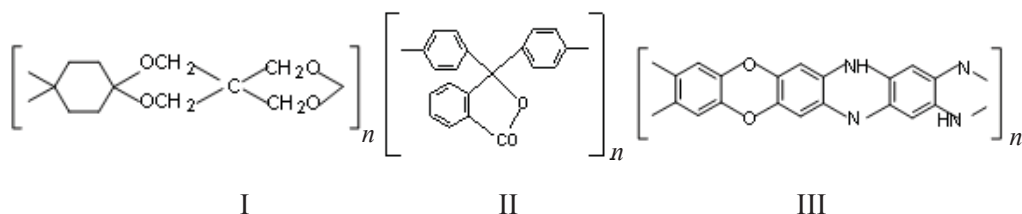

Рис. 8.10. Повторяющиеся звенья представителей спиро- (структура I), кардовых (структура II) и лестничных (структура III) полимеров
3. Влияние заместителей к основной цепи полимера не ограничивается фактором их объема, существуют очень оригинальные варианты, «изюминка» которых заключалась в особом геометрическом строении заместителей и самой цепи. Имеются в виду т. н. спиро- и кардовые полимеры. Спирополимеры (от лат. *spira* – извилина) представляют собой циклоцепные высокомолекулярные соединения, в которых циклы соединены через четвертичный атом углерода, одновременно входящий в состав обоих соседних циклов (рис. 8.10, структура I). Это необычные соединения: соседние циклы в них взаимоперпендикулярны, что влияет на свойства полимера, являясь, в частности, причиной высокой термостойкости и в то же время растворимости в некоторых органических растворителях.
В кардовых полимерах (от лат. *cardo* – петля) в повторяющемся звене тоже присутствует четвертичный атом углерода, но здесь он двумя своими связями входит в цепь макромолекулы, а другими двумя связями входит в боковую циклическую структуру (рис. 8.10, структура II).